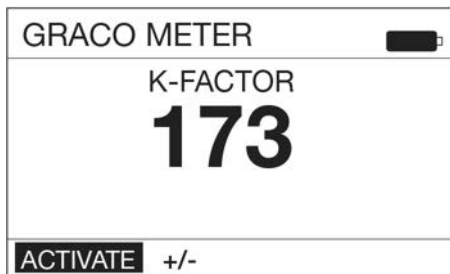

FIG. 15
- Aparecerá la pantalla del factor K que se muestra en la FIG. 15.
- Seleccione ACTIVATE (Activar) y pulse el botón INTRO del centro del teclado para iniciar la calibración de la válvula de dosificación con medidor (FIG. 15).